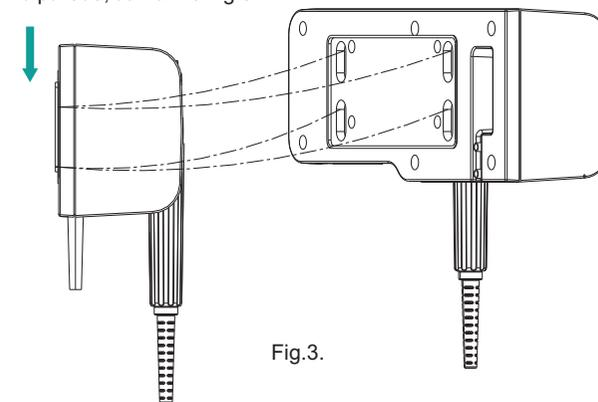

Fig.3.
- Monte o equipamento encaixando os furos redondos da parte traseira do transformador por cima das cabeças dos parafusos da placa metálica já fixada na parede. Em seguida, pressione o transformador para baixo de modo a encaixar as cavas nos parafusos e assim fixar na parede, conforme Fig.3.